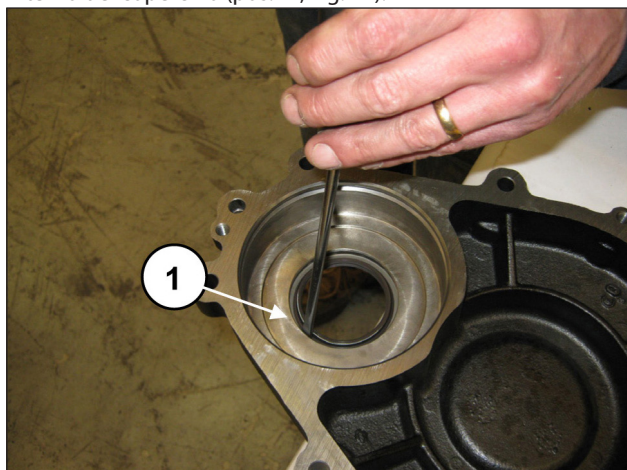

Fig. 11
Estrarre il paraolio dal coperchio riduttore agendo dal lato interno del coperchio (pos. ①, Fig. 11).